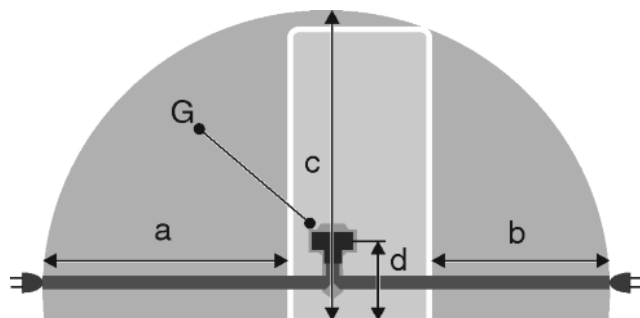

Fig. 31
- Zásuvka leží mimo oblast zadní stěny spotřebiče v dané oblasti Fig. 31 (a, b, c).
- ▶ Zástrčku spotřebiče Fig. 31 (G) zastrčte na zadní straně spotřebiče. Dávejte pozor na správné zaklesnutí.